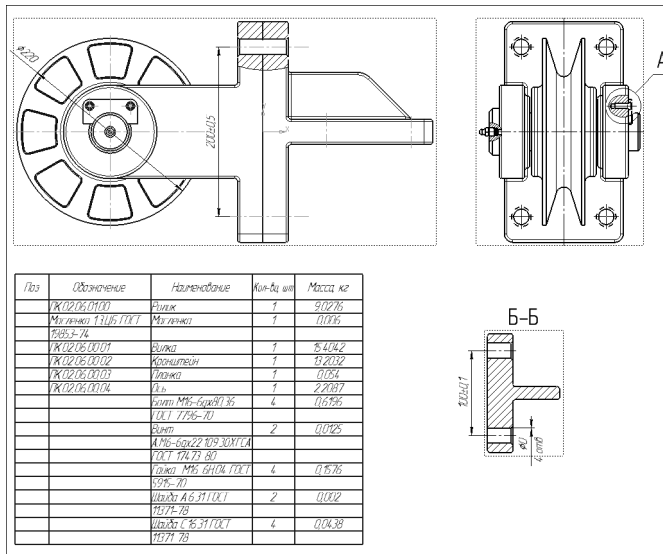

Рис. 152.10. Пример размещения отчета в документе
5. Сохраните отчет как отдельный документ при помощи команды **Сохранить текущий отчет как...** или разместите отчет в уже существующем документе при помощи команды **Создать отчет** (рис. 152.10).